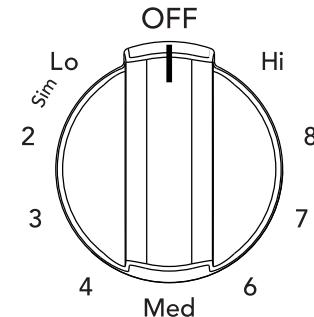

Figure 1 : Bouton de commande de la surface de cuisson
2. Pousser et tourner le bouton de commande dans un sens ou dans l'autre (Figure 1) pour obtenir la valeur souhaitée (voir « Réglages suggérés pour l'élément de surface à rayonnement » Tableau 1).
Démarrer la majorité des cuissons sur un réglage élevé, puis revenir ensuite à un réglage plus bas pour terminer. Les boutons de commande de surface n'ont pas à être réglés exactement sur un point particulier. Utiliser les tableaux graphiques fournis à titre de guide et régler le bouton de commande selon les besoins (voir Figure 1). Un halo rouge sur la surface de chauffage s'étendant au-delà de l'ustensile indique que le diamètre de ce dernier est trop petit pour la surface de cuisson.